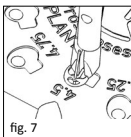

fig. 7
■ **fig. 7/8** La plaque de tête doit être fermée à l'aide des forceps de fermeture en titane (REF 8000 137) ! Avec la micropince de fermeture (REF 8000 137), redresser l'étrier à l'intérieur du plateau de la prothèse et fixer le plateau sur le fût (fig. 7). Veiller à ce que la bonne branche de la pince de fermeture se trouve à la position voulue contre le plateau de la prothèse.